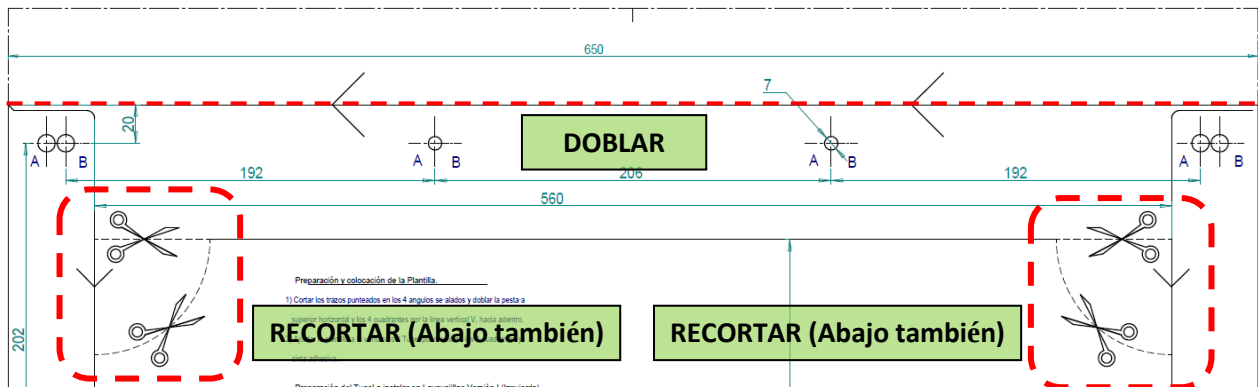

Imagen 2.- Cortar y doblar la plantilla
- Tras desdoblar la plantilla suministrada con el túnel de secado, debe cortar los trazos indicados mediante unas tijeras en los 4 ángulos señalados y doblar hacia dentro la pestaña señalada en la parte superior, que debe apoyarse en el techo de la salida de la máquina (zona de aclarado. Ver imagen 2 y 3). Centrar la plantilla con ayuda de cinta adhesiva.